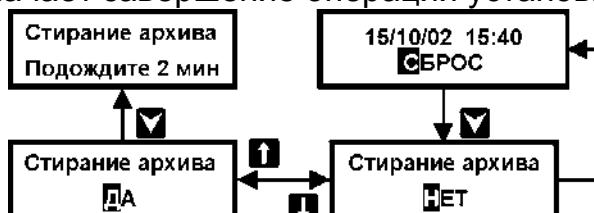

Рисунок 14 – Порядок действий по сбросу архивной и итоговой информации
1. Установить кнопками или пункт меню 1-ого уровня **СБРОС** (см. рисунок 14);